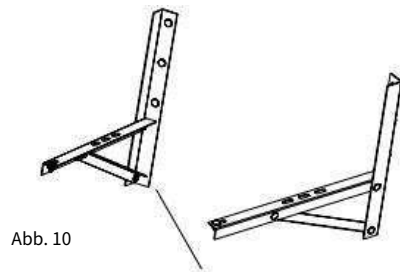

Abb. 10
- Wenn Installationshalterungen für die Installation des Außengeräts benötigt werden, kann der Benutzer die Halterungen bei uns kaufen Firma oder Agenten (Abb.10) .